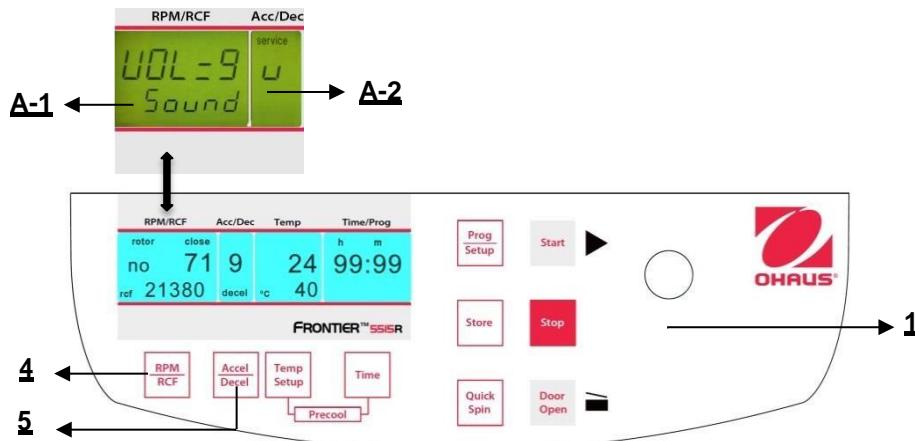

Abbildung. 34
Fahren Sie fort wie unter Punkt 4.1.2 beschrieben, um in den Programmmodus einzutreten und drücken Sie dann die Taste "Accel/Decel" (5). Auf der Anzeige "Acc/Dec" (A-2) blinkt das Wort "Service". Wählen Sie nun den Buchstaben "U" mit Hilfe des Anpassungsknopfes (1). Als Ergebnis erscheinen auf der Anzeige "RPM | RCF" (A-1) die Worte "Vol=0- 9/Sound". Nach dem Drücken der Taste "RPM | RCF" (4), können Sie die gewünschte Lautstärke zwischen 0 (leise) und 9 (laut) mit dem Anpassungsknopf (1) anpassen (siehe Abbildung 34).